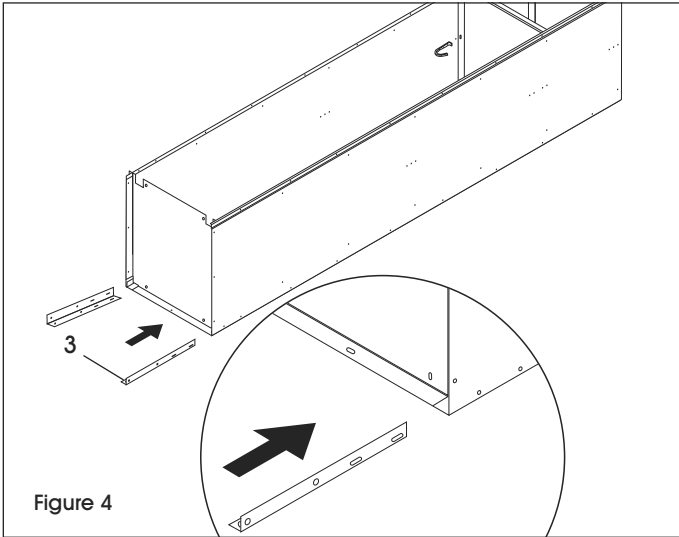

Figure 4
6. Insérez les pieds arrière (3) dans les coins entre le panneau latéral et le bas du casier. Boulonnez le pied au panneau latéral à l'aide de deux boulons et écrous par pied. (Voir Figure 4)